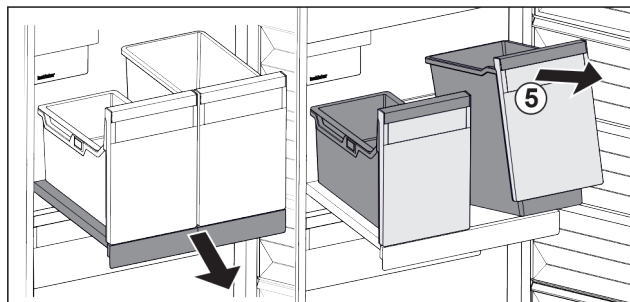

Fig. 94
- Bak Fig. 94 (5) aan voorzijde optillen.